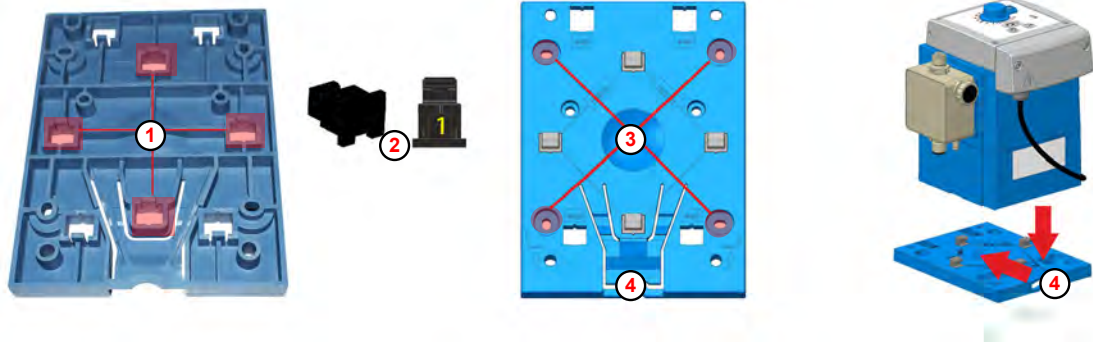

Fig. 14: Preparaciones para el montaje en mesa
En la parte inferior de la placa de montaje, las aberturas para el montaje en mesa (Fig. 14 , ①) están marcadas con el número 1.